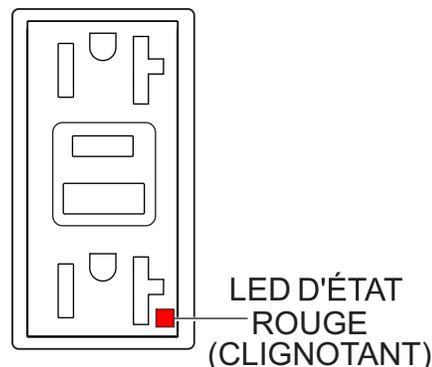

Figure 72. Prise GFCI (LED rouge clignotante)
8. Si la LED d'état (ROUGE) clignote, n'utilisez pas la prise du disjoncteur de fuite à la terre et remplacez-la immédiatement (Figure 72).